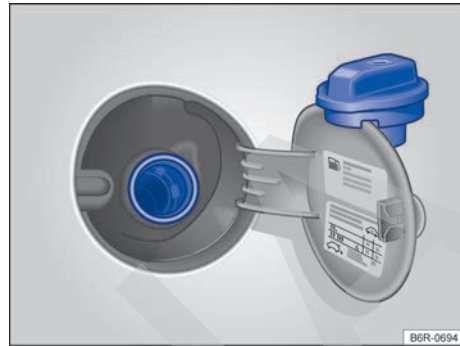

Fig. 124 Puerta del depósito de combustible abierta con la tapa del depósito de combustible colgada.
- Gire tapa del depósito de combustible en sentido antihorario y cuélguela encima de la puerta del depósito de combustible → fig. 124.